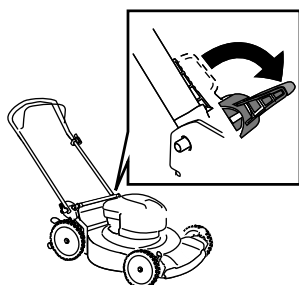

Figura 19
3. Decuplați închizătoarele mânerului (Figura 19).